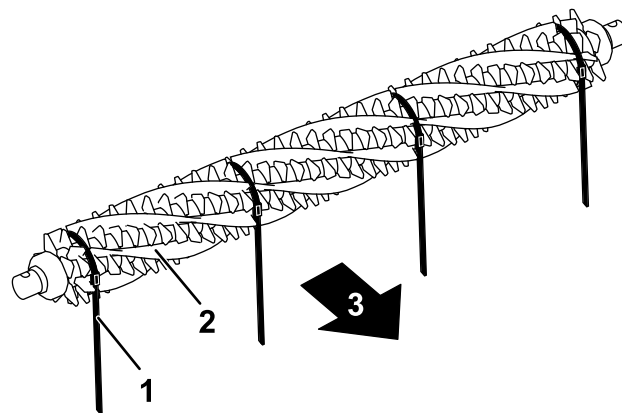

Figure 16
3. En passant par un côté du cylindre groomer, glissez une brosse dans chaque rainure sur toute la longueur du cylindre (Figure 16).
Important: Vous devez enrouler les sangles dans le sens de rotation principal autour de l'ensemble lame et brosse de groomer. La Figure 16 montre les sangles installées pour rotation avant.